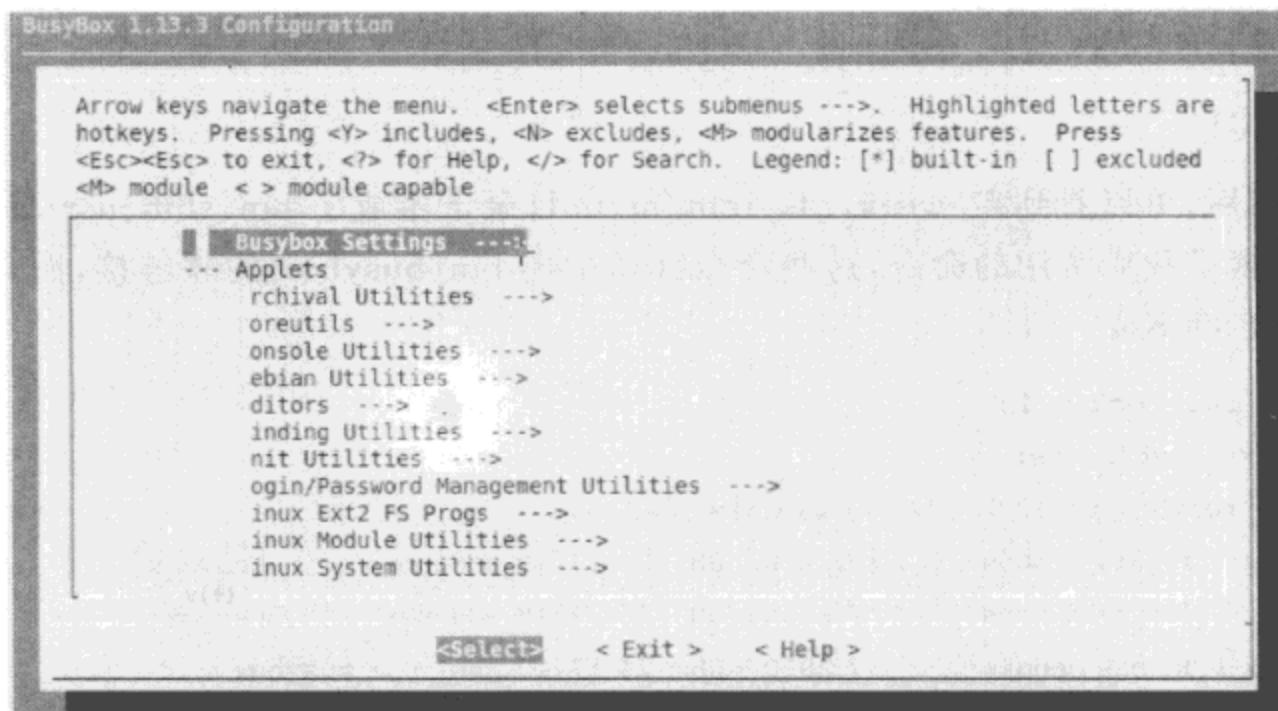

图 7-3 配置 busybox
(2) tar xjvf busybox-1.13.3.tar.bz2 解包。
(3) cd busybox-1.13.3 后, 执行 make defconfig 对 busybox 进行缺省配置。
(4) 执行 make menuconfig 对 busybox 进行详细配置, 如图 7-3 所列。